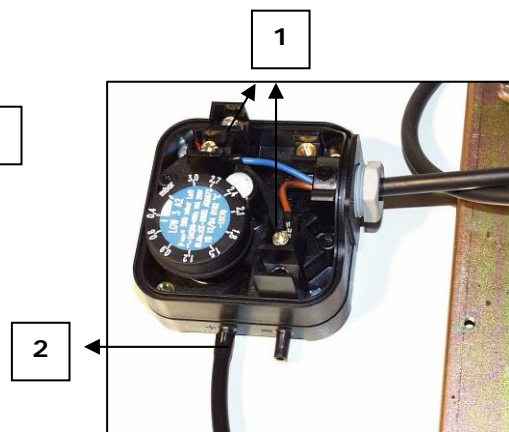

Fig. 46
- b) Conectar el presostato, con tubo neumático, al plénum positivo de la cabina (Fig. 46 y 47).